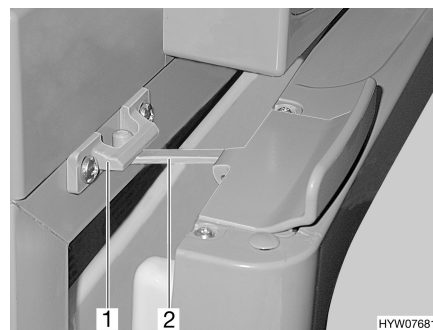

Fig. 78 Porte du réfrigérateur en position de ventilation (Thetford)
■ Ouvrir le verrouillage (Fig. 78,2) et l'enclencher dans le logement de verrouillage (Fig. 78,1). La porte du réfrigérateur reste ainsi légèrement ouverte.